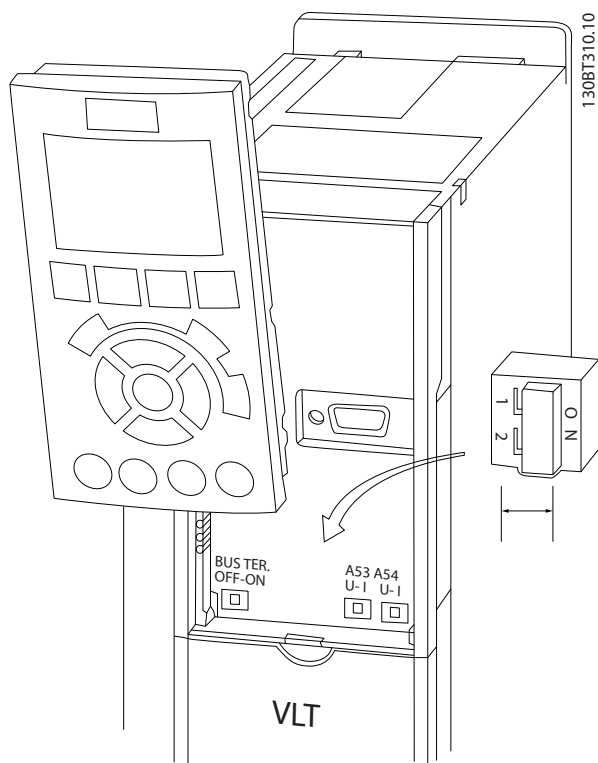

Bild 2.19 Placering av switcharna för plintarna 53 och 54
Bild 2.19 visar anslutningarna för flyttbara frekvensomformare. Plintfunktioner och fabriksinställningar sammanfattas i Tabell 2.3.
- Switcharna är tillgängliga när LCP har tagits bort (se Bild 2.19). Observera att vissa tillvalkort som är tillgängliga för enheten kan täcka över dessa brytare och måste tas bort vid brytarinställningar. Koppla alltid bort ström till enheten innan tillvalskortet tas bort.